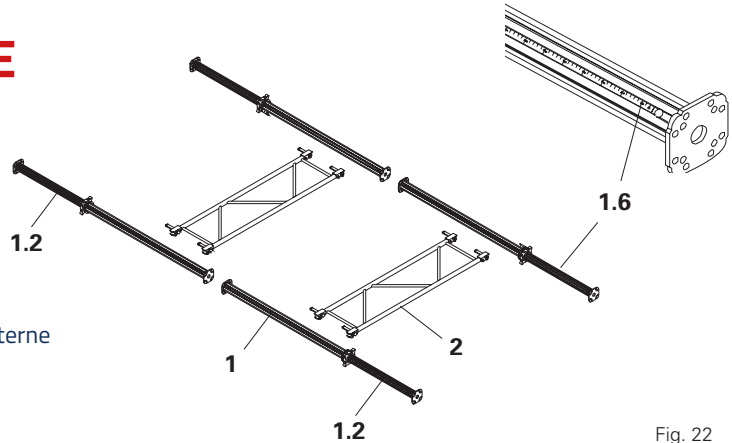

Fig. 22
- Målebåndet **1.6** vender indad. **Fig. 22**